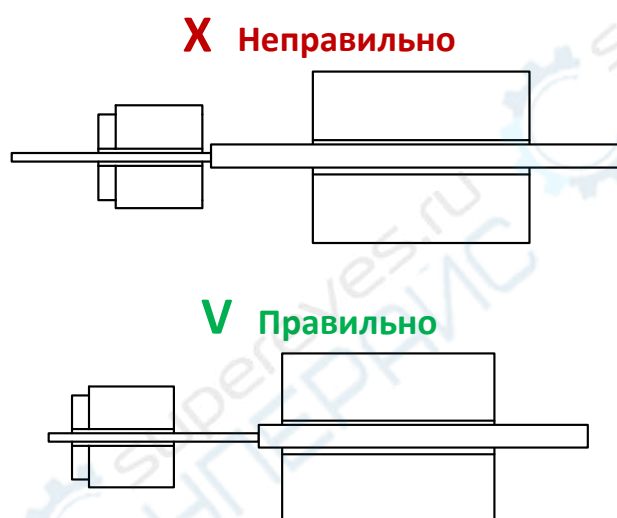

Рис. 5. Примеры зажатия оптоволокна.
- Торцы волокна должны быть сжаты краем зажимного механизма как показано на рис. 5.